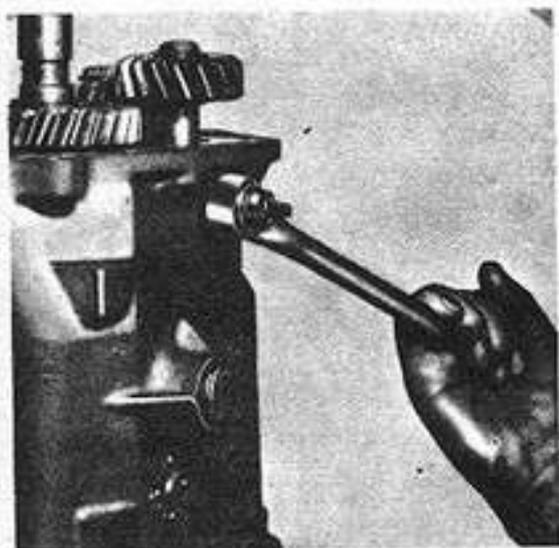

Fig. 10 - Extracción del interruptor de la luz de marcha atrás
7. Sacar el interruptor de la luz de marcha atrás (Fig. 10).